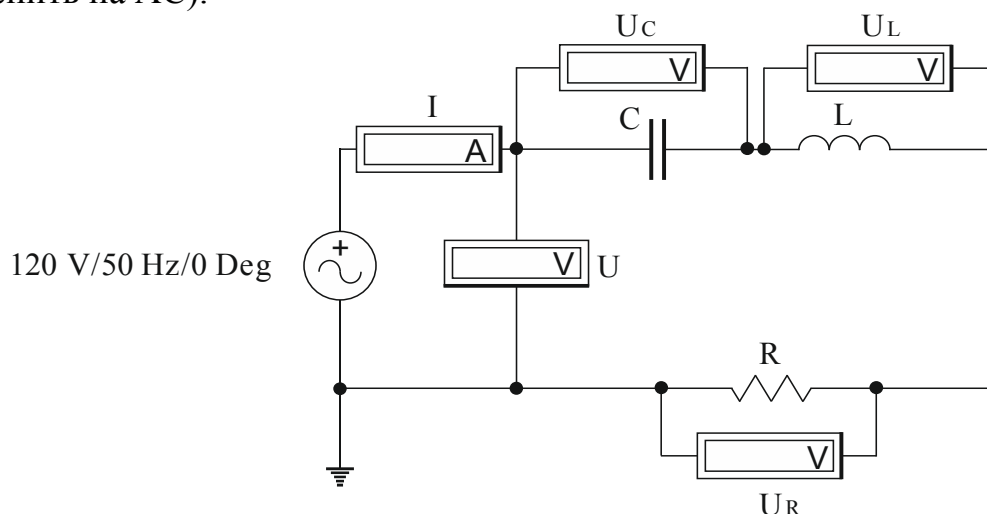

Рис. 3.4.
1.6. На рабочем поле собрать вторую схему последовательного соединения с источником напряжения 120 В частотой 50 Гц. К этой схеме подключить амперметр и вольтметры (рис.3.4). Открыв диалоговое окно измерительных приборов (двойным щелчком мыши по изображению прибора) изменить вид измеряемого напряжения (DC заменить на AC).
2.5. На схеме последовательного соединения с источником переменного напряжения (рис. 3.4) установить резонансную частоту. Включить схему. Если резонанса напряжений достичь не удалось (см. признаки резонанса напряжений), изменяя резонансную частоту, добиться появления резонанса. Снять показания приборов и занести их в табл. 3.3.